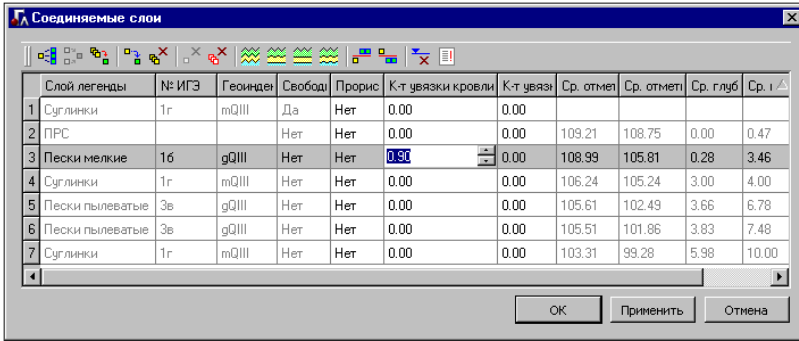

Рис. 12.9
- В открывшемся диалоге задайте **Коэффициент увязки кровли** для **Песков мелких** –  $0,9$  (рис. 12.9).